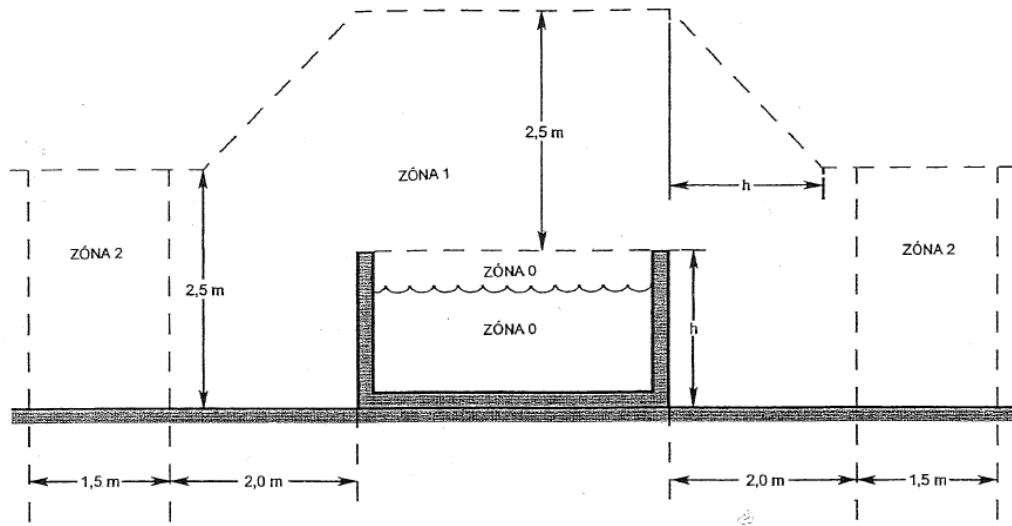

Abb. 5
- Die Gegenstromanlage ist es nötig ans Verteilungsnetz mittels Motoranlassers, Sicherung und des FI-Schutzschalters anzuschließen. Die Spezifikation siehe das Schaltschema. Die Nichteinreihung dieser Sicherheitselemente kann Lebensgefährdung und allgemeine Bedrohung verursachen. Diese Einrichtungen müssen außerhalb der Schutzone des Schwimmbeckens (Zonen 0,1 und 2) untergebracht werden, siehe ČSN 33 2000-7-702, durch welche die Unterbringung auf 3,5 m von der Schwimmbeckenwand, Abb. 5 festgelegt wird. Weiter müssen sie im abschließbaren Schrank untergebracht und gegen Eindringen unbefugter Personen gesichert werden.